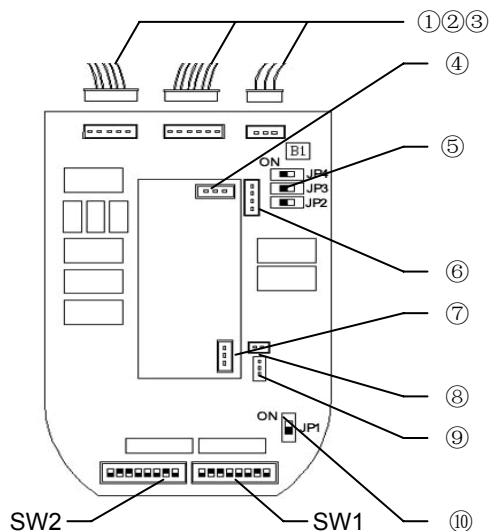

图 5
- 当选择 RS-485 标准通讯协议，应将 JP2、JP3、JP4 全部拨至“OFF”位置。（具体位置参见图 5）。